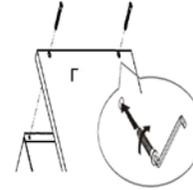
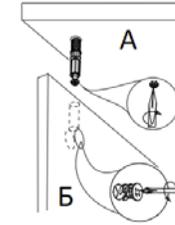

Рис. 2
Рис. 3
- Собрать каркас изделия. Для этого соединить детали поз. № 3, 4 и 6 и детали поз. № 2, 2' и 5 стянув панели винтами-стяжками «Configmat» (Рис.2). Установить крышку комода поз. № 1 и закрепить стяжкой эксцентриковой (Рис.3).